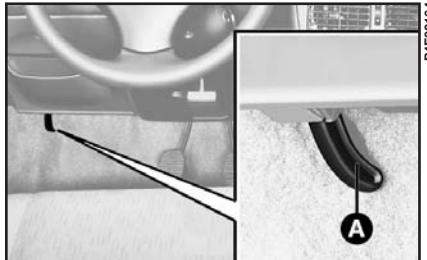

рис. 82
- 1) Потяните за рычажок **A** (рис. 82).